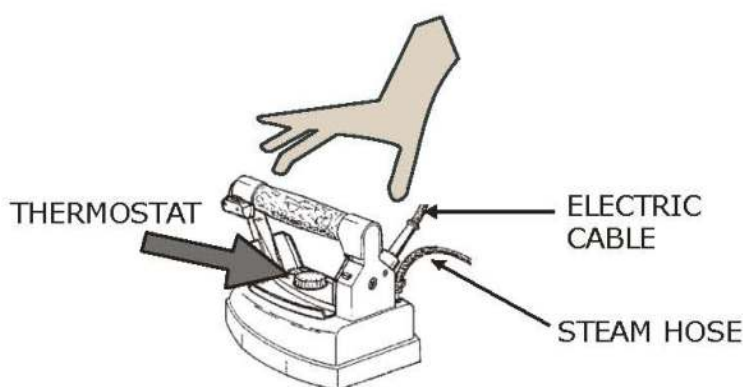

Рис. 3
4. При сухой глажке термостат (рис. 3) можно регулировать в различных положениях в зависимости от типа ткани для глажки (см. указания производителей на одежде). Для глажки с паром переключить термостат на положение «хлопок» или «лен». (**Прим.:** только в утюгах Tulipano термостат нужно ставить в положение конца «шерсти» [*lana*] – начала «хлопка» [*cotone*]).
3. паропровода и провода утюга каждый раз, когда они повреждаются (рис. 3);
6. из утюга вытекает вода или он перегрелся (рис. 3);
7. утюг моется или чистится водой (рис. 3);